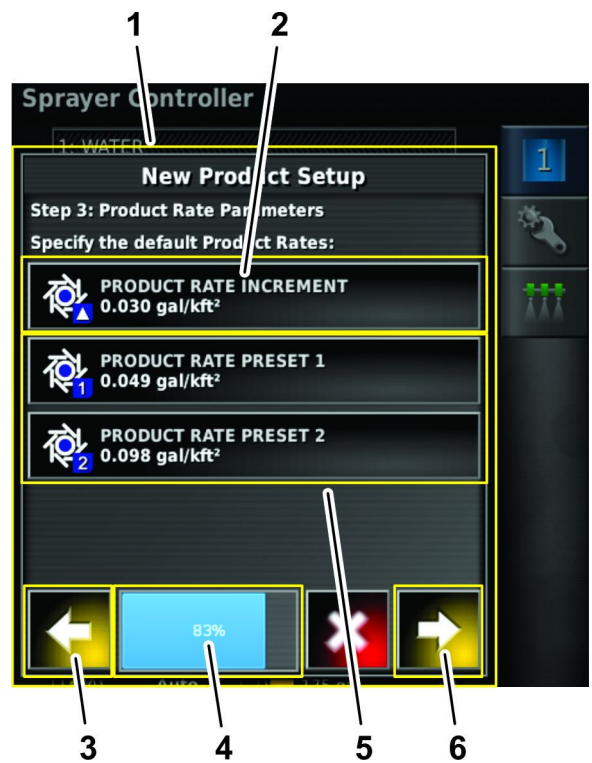

图 32
- 按产品喷洒率递增图标设置增加或减少喷洒预设喷洒率 1 和 2 后的喷洒率图 32。
- 按产品喷洒率预设 2 或产品喷洒率预设 1 图标按照如下方式设置预设产品喷洒率 图 32。